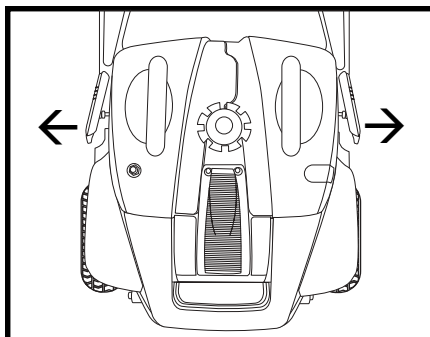

Abb. 15. Batteriepackverschlüsse
3. Entriegeln Sie beide Batteriepackverschlüsse, indem Sie sie sanft vom Elektromobil wegziehen. Siehe Abb. 15.